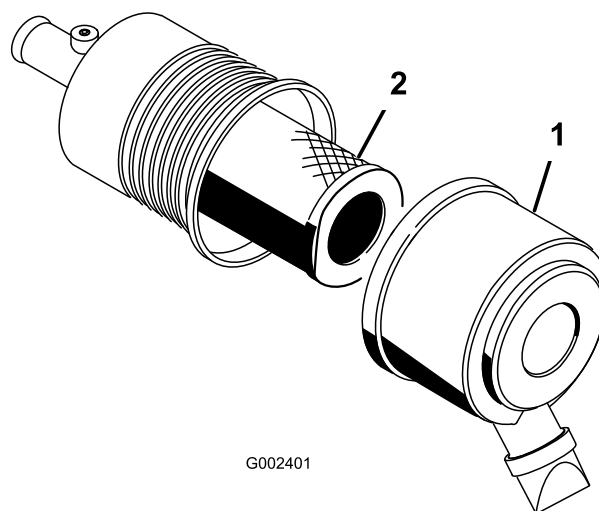

Figure 51
1. Desserrez les fixations qui maintiennent le couvercle sur le corps du filtre à air (Figure 51).
2. Déposez le couvercle du corps du filtre à air (Figure 51).
4. Déposez et remplacez le filtre (Figure 51).